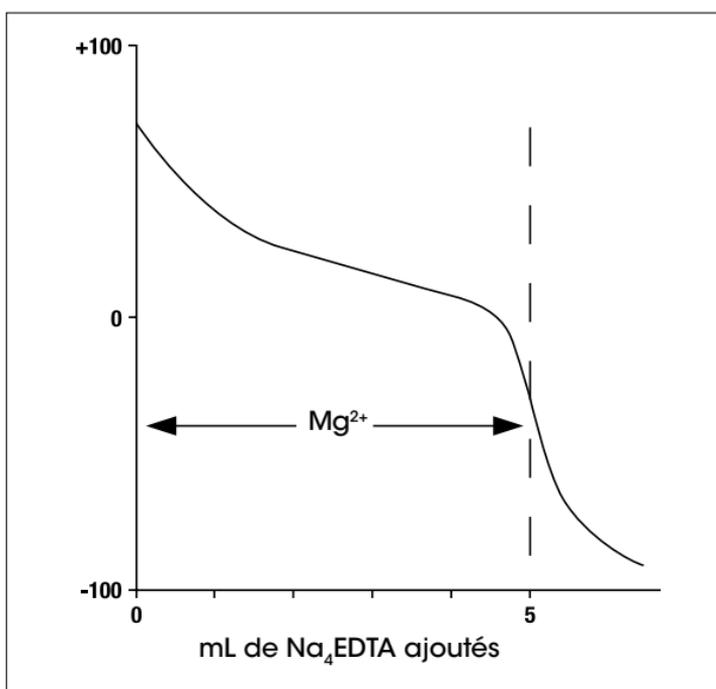

Figure 4 – Titration of 100 mL of 10^{-3} mol/L of Mg^{2+} (Indicator CuEDTA added to the sample)
4. Réalisez un titrage au point d'équivalence en utilisant un modèle de méthode de titrage au point d'équivalence standard disponible sur les titreux Tx Excellence et G20 compacts. Le point d'équivalence du titrage correspond au point de la plus grande pente (point d'inflexion). Voir **Figure 4**.